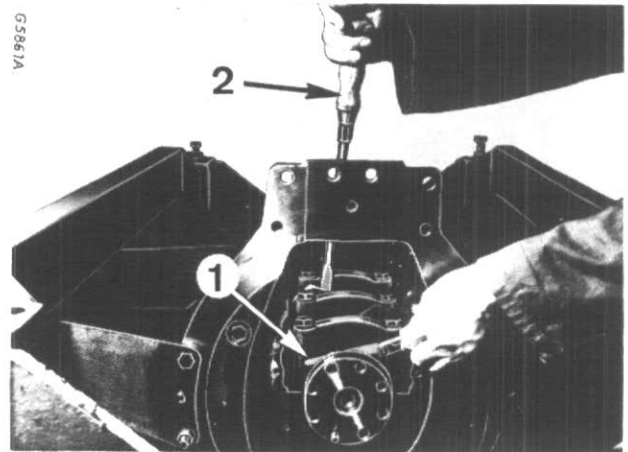

Figure 112
Vérifiez l'alignement du flasque de butée avec la jauge d'épaisseur (1) fig. 112 au sommet et en bas.